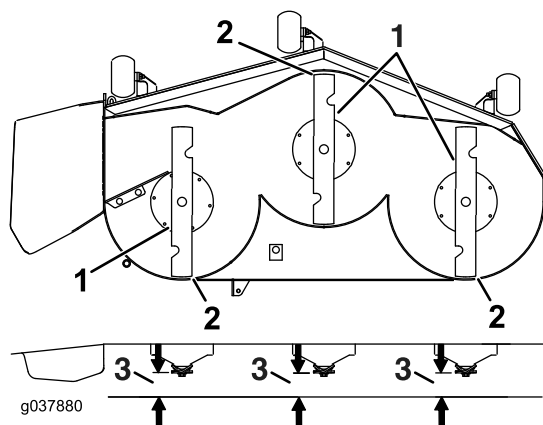

Рисунок 80
7. Проверьте выравнивание ножа по горизонтали в продольном направлении (Рисунок 80). Убедитесь, что передний конец ножа ниже заднего конца ножа, как показано в таблице высоты подставок и наклона ножей. Если необходима регулировка, перейдите к выполнению данной процедуры.